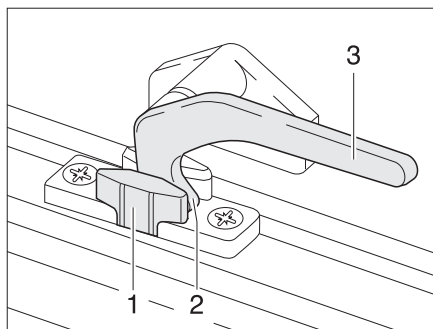

Fig. 74 Leva di serraggio in posizione "Aerazione continua"
- In posizione di "Aerazione continua" (Fig. 74)
- Ruotare la leva di serraggio (Fig. 74,3) di un quarto di giro verso il centro della finestra.
- Ruotare la leva di serraggio di un quarto di giro verso il telaio della finestra. Riportare contemporaneamente il nasello di chiusura (Fig. 74,2) nella rientranza della chiusura della finestra (Fig. 74,1).